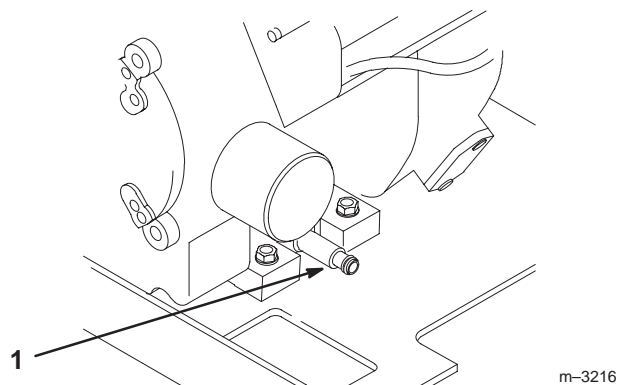

Figure 24
5. Ouvrez le robinet de vidange d'huile en le tournant vers la gauche tout en le tirant (Fig. 24).